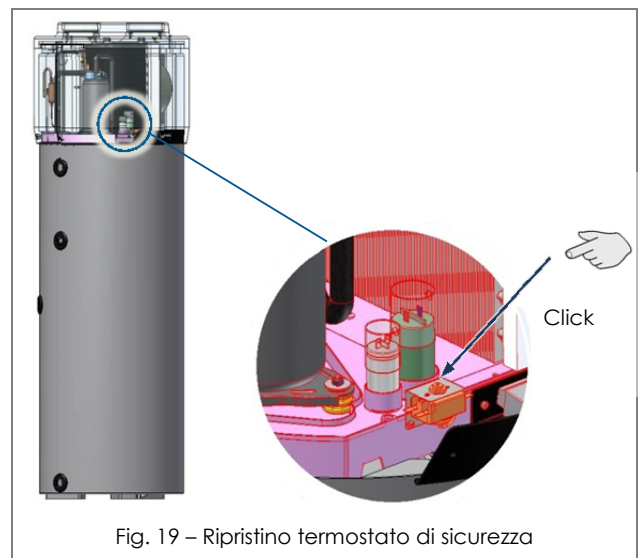

Fig. 19 – Ripristino termostato di sicurezza
- Ripristinare manualmente dall'alto il termostato di sicurezza intervenuto (Fig. 19). In caso di intervento il perno centrale del termostato fuoriesce per circa 4 mm;